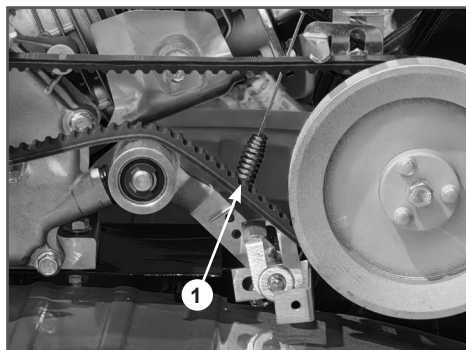

**Рис. 41. Замена ремня привода**
- Снимите ремень 2 со шкивов 1 вала двигателя и шкива 3 редуктора (Рис. 41).